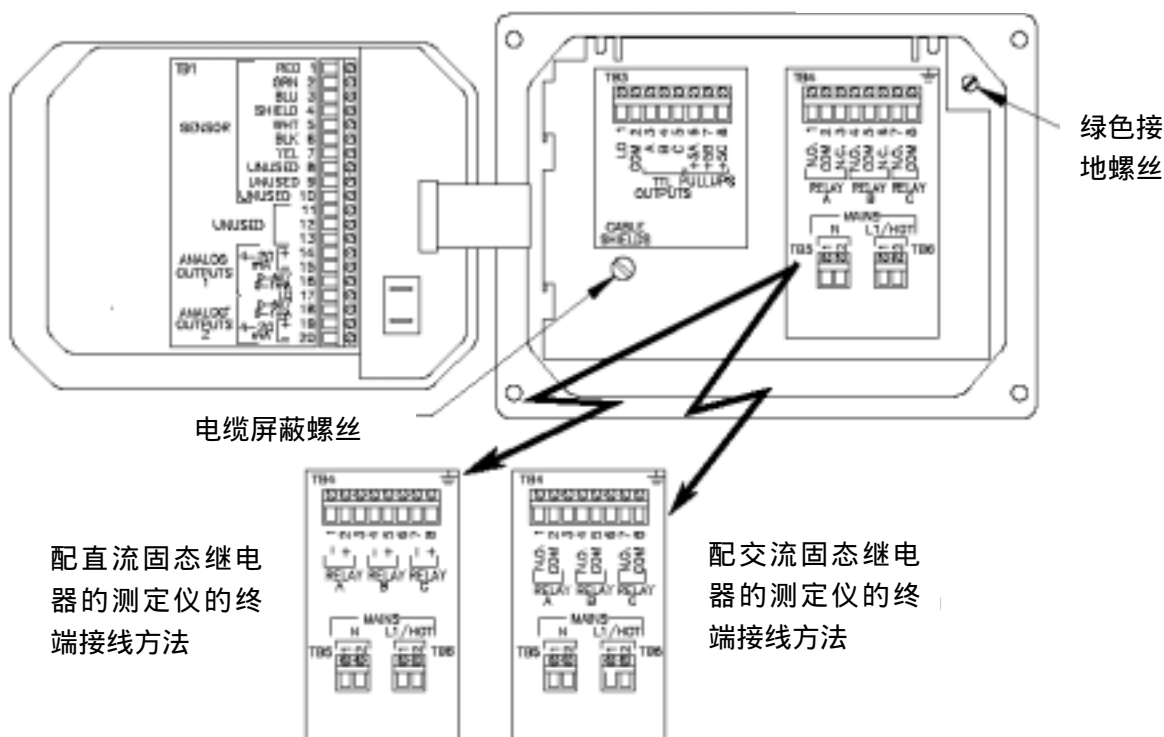

图 2-3 测定仪接线端子分配图
要看到电气连接用的接线端子，需要打开左边铰接的外壳门，并拧下四个紧固螺丝。图 2-3 显示了接线端子的排列和各端子的用途分配情形（在门的背面和测定仪外壳的底部）。
参考图 2-3 来连接 D.O.传感器 :
接线提示 :请采用高质量的、带屏蔽的仪器用电缆来连接模拟输出。为了尽量避免电磁噪声的干扰,请按照图 2-3 中所示的 “ 电缆屏蔽螺丝 ” 进行电缆屏蔽的连接。
接线提示：请采用高质量的、带屏蔽的仪器用电缆来连接 TTL 输出。为了尽量避免电磁噪声的干扰，请按照图 2-3 中所示的“电缆屏蔽螺丝”进行电缆屏蔽的连接。
1. 将地线接到测定仪的绿色接地螺丝，它位于 TB4 的右侧（如图 2-3 所示）。